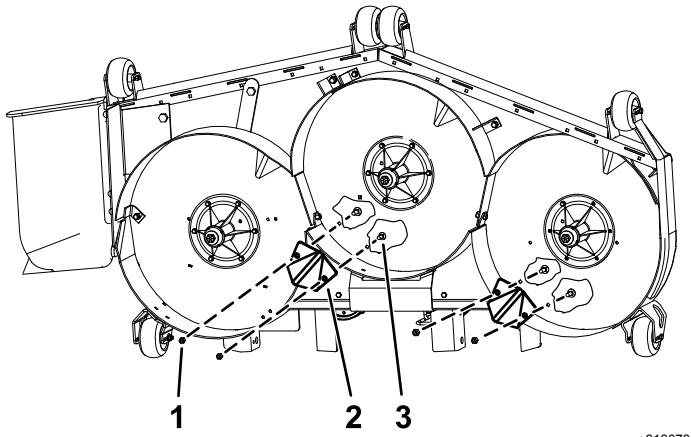

Figura 5
1. Togliete i bulloni e i dadi esistenti dai fori per gli spingitori (Figura 5).
2. Montate i nuovi spingitori sul piatto di taglio, nei punti indicati nella Figura 5.
3. Fissate gli spingitori utilizzando 4 bulloni a testa tonda (5/16" x 1") e 4 dadi di bloccaggio (5/16"), come mostrato nella Figura 5.